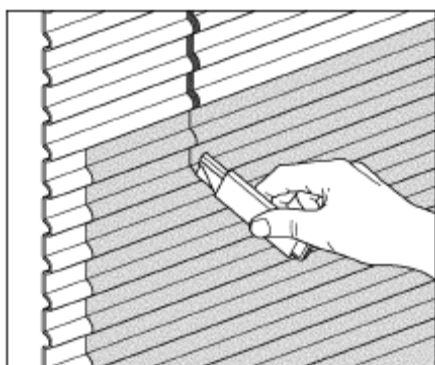

Рис. 22. Прорезание по швам кузова
- a. Прорезать пленку по всем швам лезвием или острым ножом. См. Рис. 22.